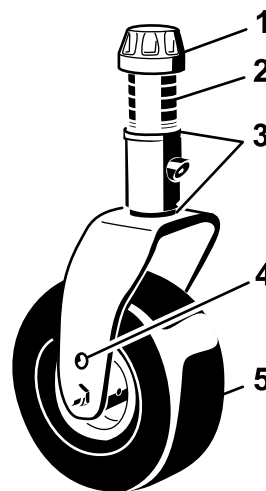

Рисунок 21
- Снимите колпачковую гайку с вала шпинделя (Рисунок 21) и извлеките шпиндель из рычага поворотного колеса. Поместите на вал шпинделя две регулировочные прокладки (3 мм), как они были установлены первоначально. Эти регулировочные прокладки необходимы для обеспечения одинакового уровня по всей ширине режущих блоков. Наденьте на вал шпинделя нужное число проставок толщиной 13 мм для получения требуемой высоты скашивания; затем наденьте шайбу на вал.